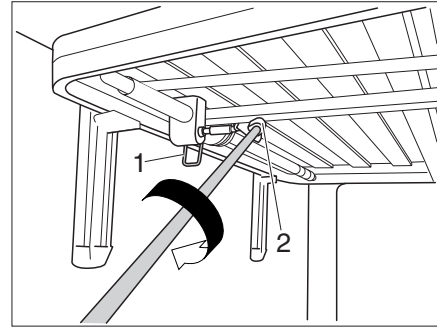

Fig. 144 Réglage en hauteur
- Libérer le levier de sécurité (Fig. 144,1). Le lit peut maintenant être réglé.
- Pousser la manivelle dans le logement carré magnétique (Fig. 144,2). La hauteur du lit peut maintenant être modifiée.
- Tirer la manivelle du logement carré (Fig. 144,2) et la conserver dans le support.